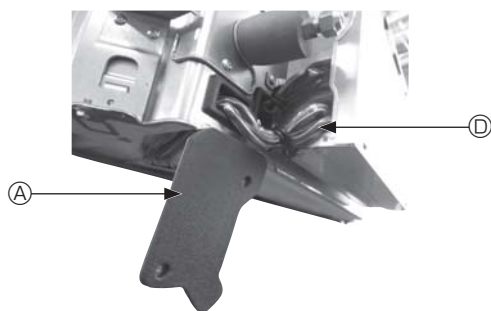

Fig. 4-4
- ① Снимите два винта, крепящих крышку проводов основного блока, а затем откройте крышку.
- ② Проложите провода датчика i-See и приемника сигнала в каналы для проводов в коробке электрических компонентов, как показано на схеме, и вокруг втулки на стороне основного блока. (Fig. 4-4)